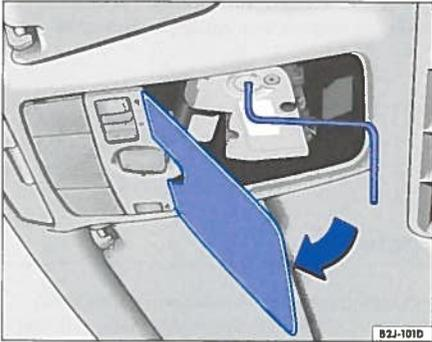

Abb. 110 Dacheinzelheit: Schiebedach-Handbetätigung
- Abdeckung ⇒ Abb. 110 mit Hilfe eines Schraubenziehers entfernen.
- Kurbel in die Halterung einsetzen ⇒ Abb. 110 und entgegen dem Uhrzeigersinn drehen, um das Schiebedach zu schließen.